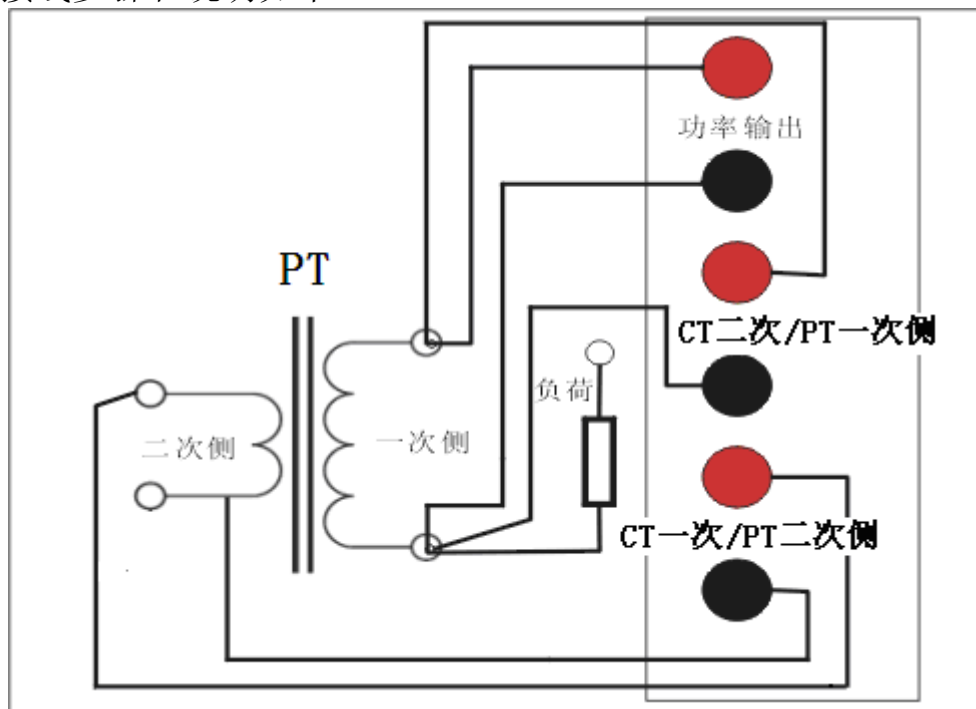

图 3.9 PT 变比与极性试验接线图
在进行 PT 变比或极性试验时请按照图 3.9 连接 CTPT 分析仪和被测 PT，这两个试验项目的接线方式是一致的
- 4) 将按照图 3.9 所示，断开被测 PT 二次侧和二次负荷的连接
- 5) 将 CTPT 分析仪功率输出和 CT 二次侧/PT 一次侧的黑色端子连接至 PT 一次侧的一端，参见图 3.9